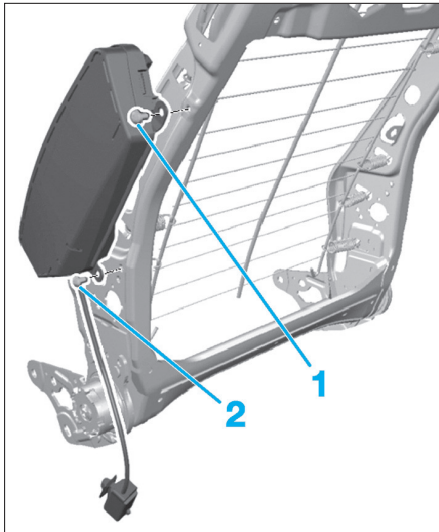

FIG. 5
- les vis (1) et (2) de l'airbag (Fig.5), puis l'airbag latéral.